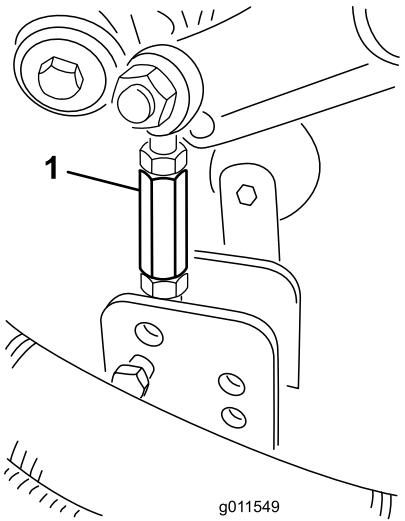

Figure 5
- Retirez la goupille fendue et l'axe de chape qui fixent la biellette de hauteur de coupe au support de hauteur de coupe du plateau (Figure 5).